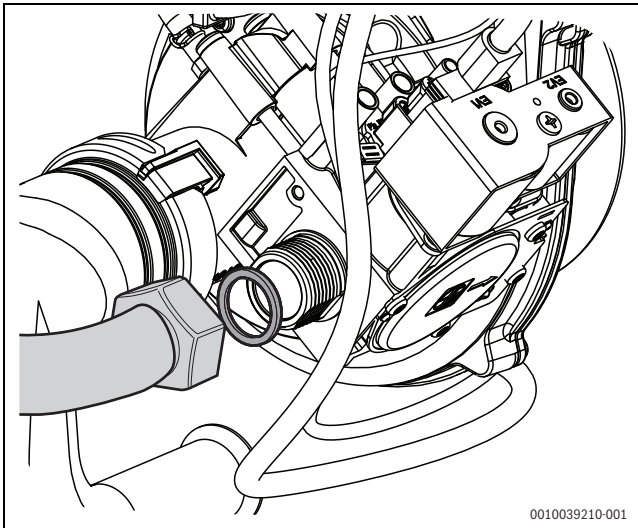

Bild 17 Dichtung für Gasanschlussrohr einlegen
- ▶ Mitgelieferte Dichtung (im Zubehör-Set) in Schraubenverbindung des Gasrohres an der Gasarmatur einlegen und Überwurfmutter mit einem Drehmoment von 50 Nm anziehen (→Bild 17). Dabei darauf achten, dass die Durchführungsstüle des Gasrohres an der Rückwand gleichmäßig am Rohr anliegt und keine mechanischen Spannungen entstehen.